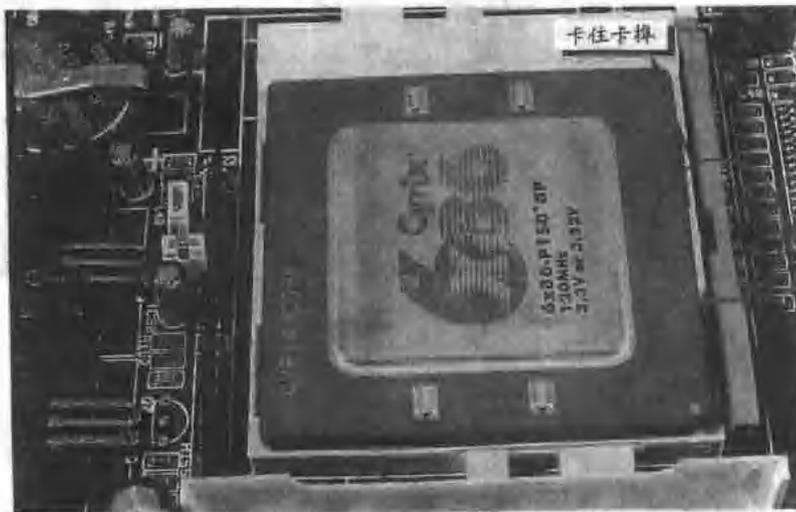

图 1-13
6. 将拉杆往下拉(当有 CPU 在插座上时,拉杆往下拉会有一点点压力),然后将拉杆卡在卡榫上(如图 1-13)。